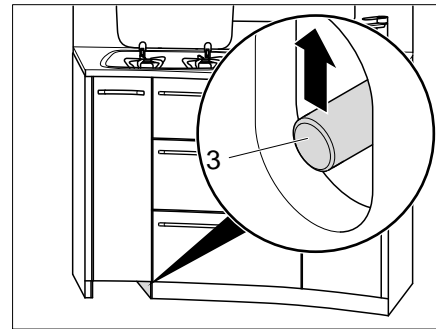

Bild 126 Küchenschubladen entriegeln
- Schubstange (Bild 126,3) nach oben schieben.